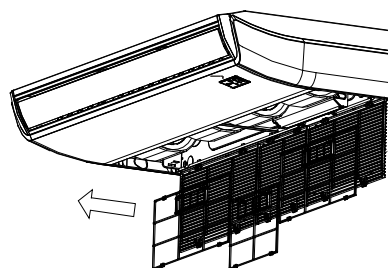

Fig. 6-3
- Directamente extrair o filtro de ar, como mostrado na Fig. 6-3.
- Re-instalar o filtro de ar na posição inversa (ver Fig. 6-3).